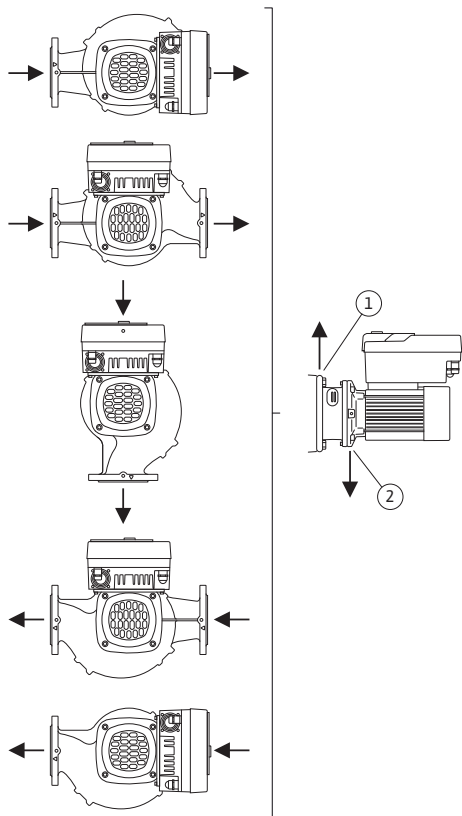

Fig. 16: Povolené montážne polohy s horizontálnym hriadeľom
- Pri horizontálnom hriadeľi motora je potrebné, aby sa otvor na odtekanie kondenzátu nachádzal dole (Fig. 16, pol. 2). V prípade potreby sa musí motor otočiť.